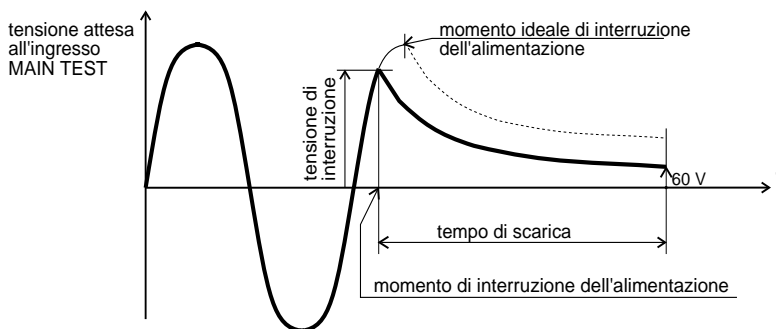

Fig.20. Tensione all'ingresso MAINS TEST
- Il led rosso TEST ON è acceso (ON) durante la misura (fino all'estrazione dell'elemento a doppia connessione alla caduta di tensione di MAINS TEST a 60 V).
- Viene visualizzata la tensione reale durante la misura, mentre viene visualizzata la tensione di interruzione (vedere fig. 20) al termine della misura.
- Viene visualizzata la tensione attuale durante la misura, mentre viene visualizzata la tensione di interruzione (vedere fig. 20) al termine della misura.